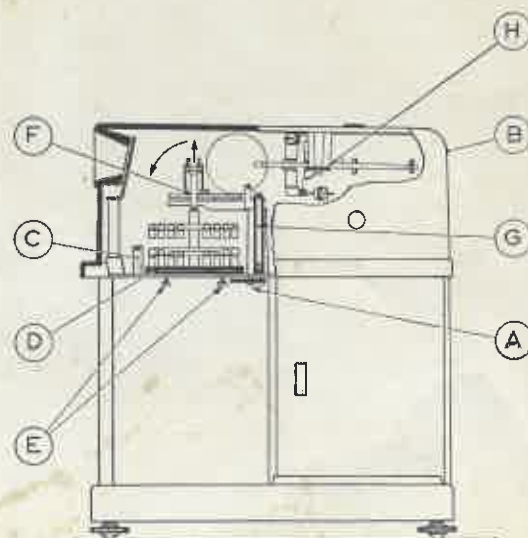

Fig. 2
3. Beide Riegel (A) an der Wägersaumdecke ausschwenken und Gehäuse (B) abheben (Fig. 2).
4. Mit Schraubenzieher Bolzen (C) heraus-schrauben.
5. Beide Schrauben (E) in der Wägersaumdecke entfernen und Kell (D) nach vorne herausziehen.
6. Plastikschnur an Gehänge durchschneiden und Kunststoffbock (F) entfernen.
7. Mit Schraubenzieher die gelben Bügel (G) losschrauben und entfernen.
8. Gelbe Lasche (H) in Gehäuse (B) losschrauben und Waagbalken sorgfältig herausnehmen.
3. Swing aside the two bolts (A) on the weighing compartment cover and remove housing (B) (Fig. 2).
4. Unscrew bolt (C) with screwdriver.
5. Remove the two screws (E) in the weighing compartment cover and withdraw wedge (D) forwards.
6. Cut the plastic thread at the hanger and remove plastic piece (F).
7. Slacken the yellow bracket (G) with screwdriver and remove it.
8. Unscrew yellow plate (H) in housing (B) and carefully take out the beam.
3. Faire pivoter les deux verrous (A) au-dessus de la vitre de la chambre de pesée et soulever le couvercle (B) (fig. 2).
4. A l'aide d'un tournevis, dévisser le boulon (C).
5. Retirer les deux vis (E) sous le dessus de la chambre de pesée et sortir la cale (D) en la tirant en avant.
6. Couper le cordon de plastique immobilisant la suspension et retirer la cale de plastique (F).
7. A l'aide d'un tournevis, dévisser et retirer les arcades jaunes (G).
8. Dévisser la petite plaque jaune (H) à l'intérieur du couvercle (B) et sortir prudemment le fléau.